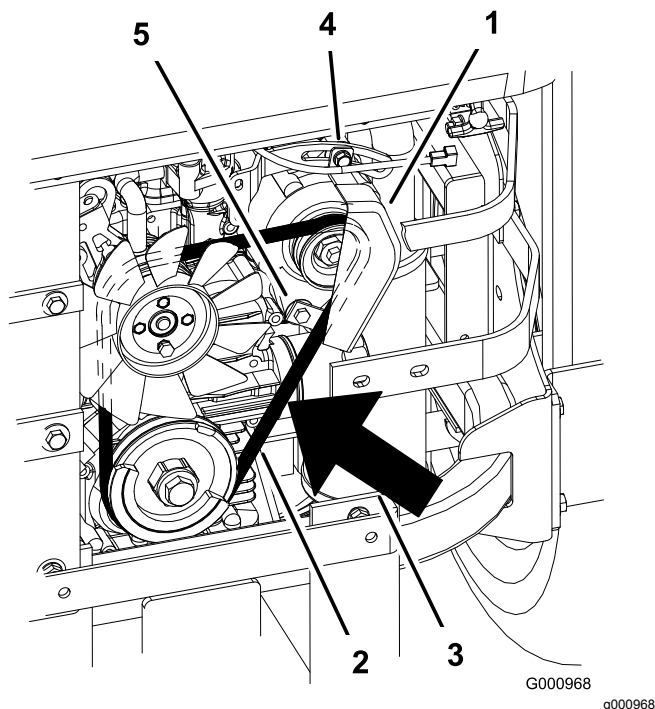

Figura 83
7. Afloje el perno inferior y retire el perno superior que sujeta el alternador y la cubierta (Figura 83).
9. Instale una correa nueva alrededor de las poleas y del alternador (Figura 83).
14. Apriete el perno inferior e instale el perno superior que sujeta el alternador y la cubierta (Figura 83).
2. Ajuste el alternador hacia fuera hasta que quede una desviación de 7 a 9 mm ($\frac{1}{4}$ " a $\frac{11}{32}$ ") en la correa entre el motor y las poleas del alternador con una fuerza de 10 kg (22.1 libras) (Figura 83).
5. Si la desviación es correcta, apriete los pernos inferior y superior (Figura 83).